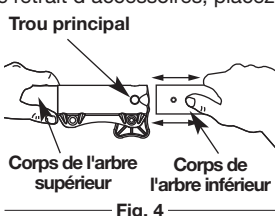

Fig. 4
3. Tenez fermement le corps de l'arbre supérieur et retirez l'accessoire de coupe ou autre du coupleur Rapid-Link™. (Fig. 4)
2. Tenez fermement l'accessoire et enfoncez-le tout droit dans le coupleur Rapid-Link™ (Fig. 4).